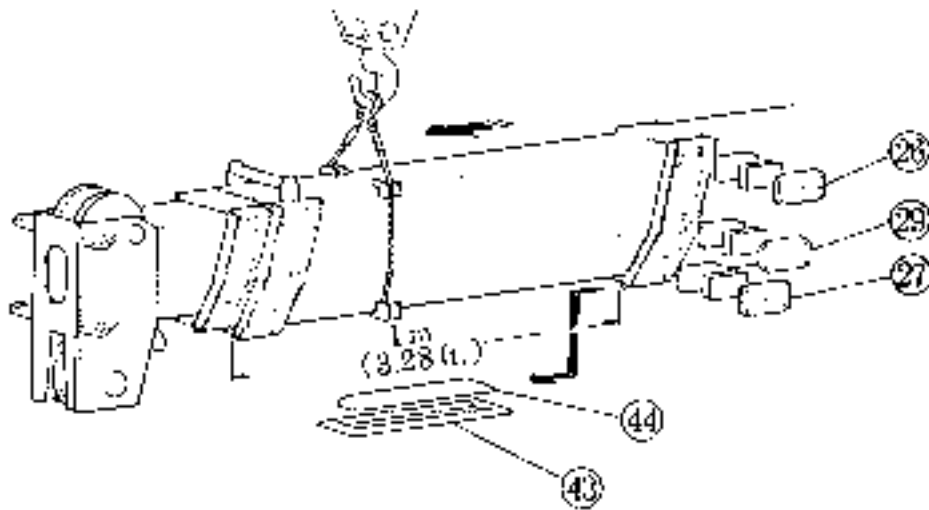

Fig. 6
3. Pull out the second boom section approx. 1 m (3.28 ft.) from the base boom section. Then, remove slide plate ass'ies ⑩, ⑪, ⑫, retainers ⑬, and slide plates ⑭ from the base boom section. (Fig. 6)
3. セカンドブームをベースブームから約1m引き出す。この時点でベースブームからスライドプレート Ass'y ⑩、⑪、⑫、リテーナ ⑬、スライドプレート ⑭を取り外す。(Fig. 6)